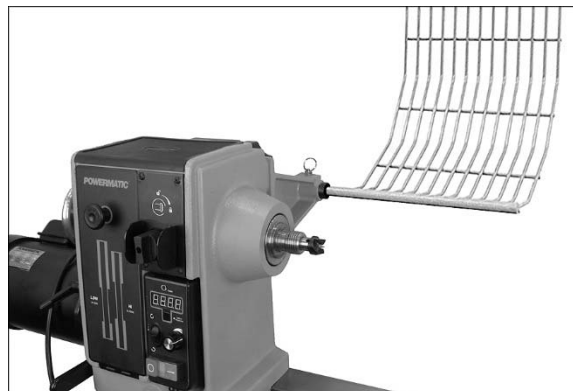

Figure 6-5 : Protection en option basculée vers l'arrière
4. La protection peut être pivotée dans deux positions : En mode de fonctionnement, ou basculée vers l'arrière pour le chargement des bois spéciaux (illustré à la Figure 6-5).